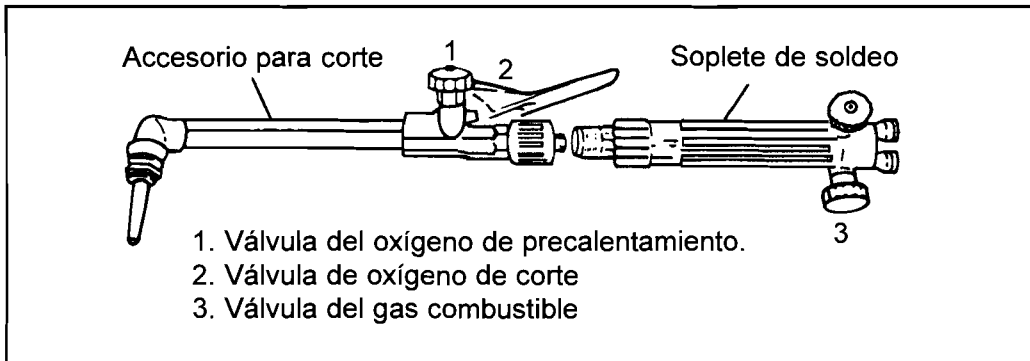

FIGURA 8.4: SOPLETE MANUAL COMPUESTO
- Soplete manual compuesto (ver figura 8.4), que es un soplete formado por un mango de soplete para soldeo oxigás al que se rosca un accesorio para corte. La válvula de control de oxígeno de precalentamiento se suele situar en el accesorio de corte.